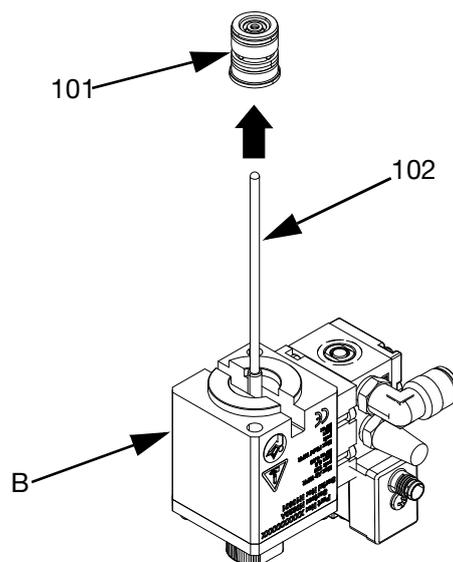

FIG. 13
1. Retire el kit de juntas (101) deslizando el kit de juntas fuera del eje del conjunto (102).
2. Inspeccione el eje y la boquilla del conjunto (102) en busca de estrías o picaduras. Sustituya el conjunto del eje si está desgastado. Consulte la FIG. 13, página 21.